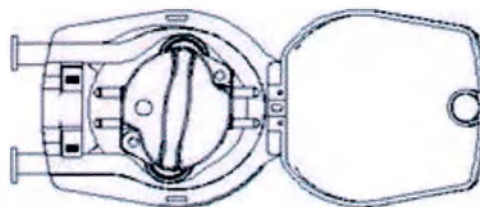

Рис. 6-23. Установка магистрали насоса на место
- с) Нажмите на значок насоса крови на экране установки, насос крови повернется против часовой стрелки примерно на пол-оборота (им можно управлять вручную). В то же время переместите магистраль насоса и вставьте конец магистрали в прорезь на выходе из насоса (вверх дном) вдоль зазора между ротором и статором, см. рис. 6-23.